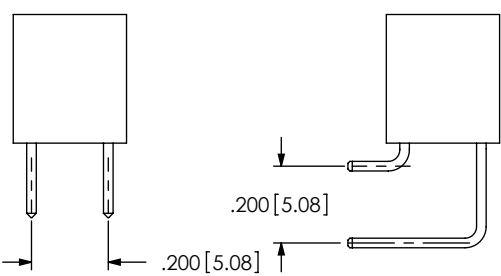

FIG 4
-Q: TRIPLE (SEE FIG 4, SHT 2) USE SSW-XX-T